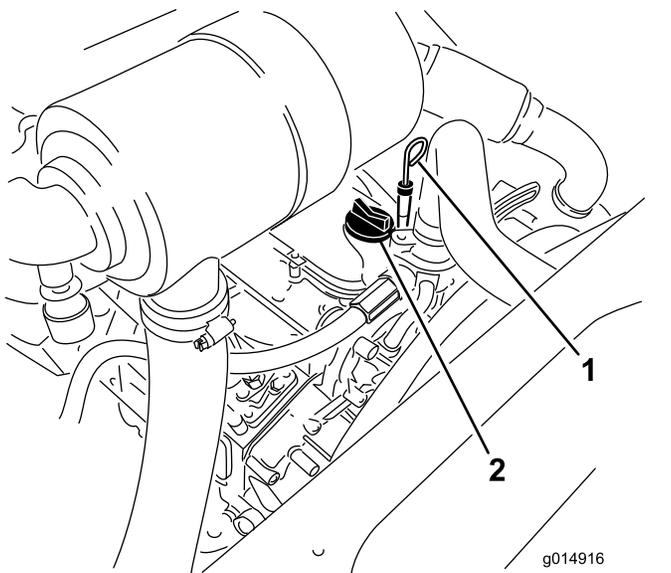

Figura 32
3. Retire a vareta, limpe-a e volte a colocá-la (Figura 32).
5. Se o nível de óleo se encontrar abaixo da marca de CHEIO da vareta, retire a tampa de enchimento (Figura 32) e adicione óleo até que o nível atinja a marca de CHEIO.